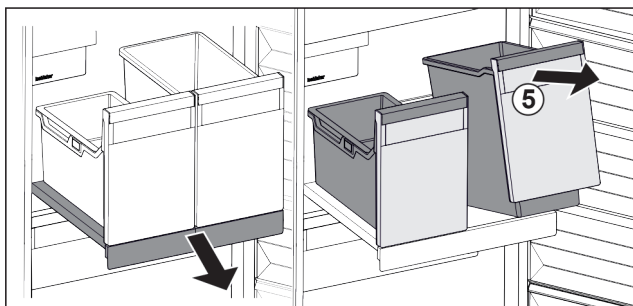

Fig. 22
- ▶ Nádoby Fig. 22 (5) vpředu nadzvedněte.